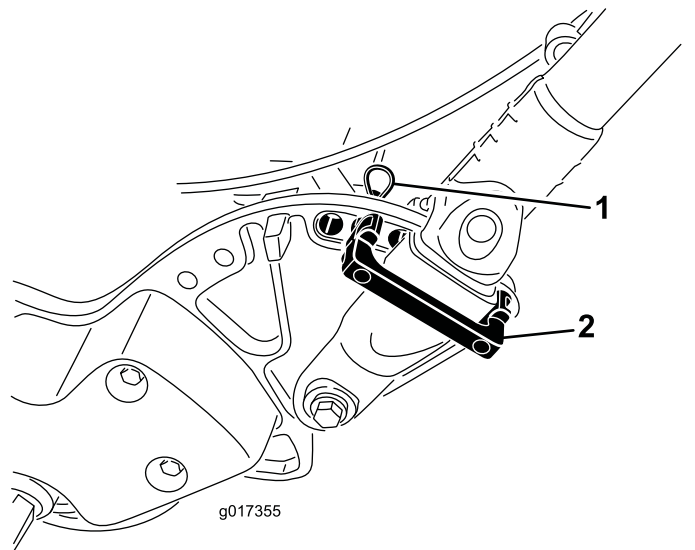

Bild 32
1. Nehmen Sie an jeder Seite der Maschine die Splints aus den Holmhaltern (Bild 32).
2. Stützen Sie den Holm ab. Nehmen Sie die Splints an jeder Seite ab. Drehen Sie den Holm auf die gewünschte Einsatzposition (Bild 32).